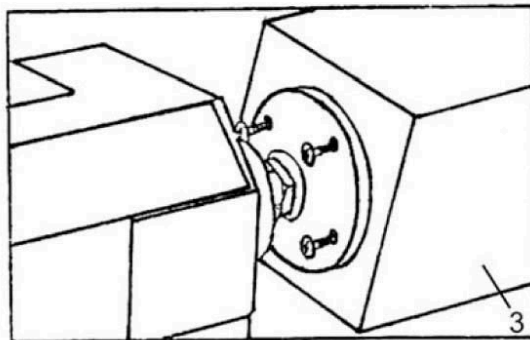

Рис. 9
- Закрепите заготовку 3 (Рис. 9) на планшайбе с помощью винтов с плоской головкой. Убедитесь, что длина винтов не мешает режущему инструменту.